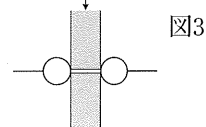

図3
3. 次に、あらかじめ誘電体（絶縁膜）に小さな貫通孔を開け、電圧をかけると、容易に小孔内壁に沿って放電します。（図3）